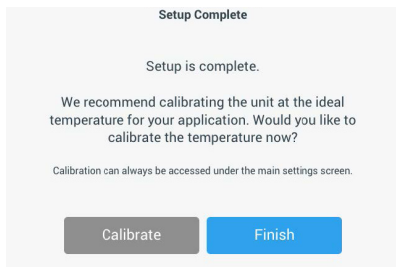
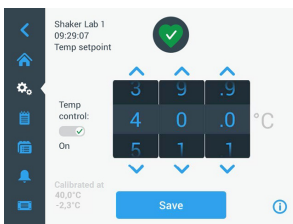

Abbildung 30: Grundeinstellung - Kalibrieren oder Grundeinstellung beenden
Abbildung 38: Temperatursollwert einstellen: Bildschirm mit Kalibrierungsanzeige
Der Startbildschirm eines temperaturgeregelten Schüttlers verfügt über zusätzliche Temperaturregelungen, wie in Abbildung 30 dargestellt.
1. Tippen Sie auf das Feld **Temperatursollwert** (unterer Bereich der Pos. ⑥ in Abbildung 30), um den Bildschirm **Temperatursollwert** zu öffnen, der in Abbildung 38 dargestellt ist.